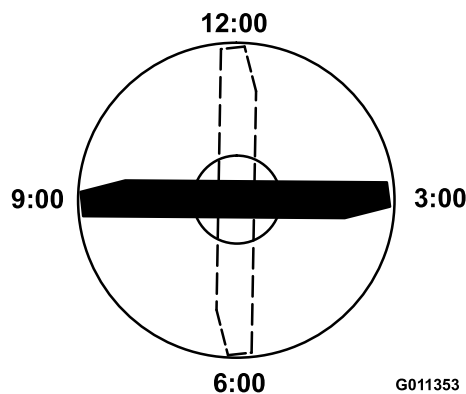

Figura 101
4. Coloque el filo de corte del extremo marcado de la cuchilla en la posición de las 12 (hacia adelante, en el sentido de la siega) (Figura 101) y mida la altura desde la mesa hasta el filo de corte de la cuchilla.
5. Gire el extremo marcado de la cuchilla a las posiciones de las 3 y de las 9 (Figura 101) y mida las alturas.